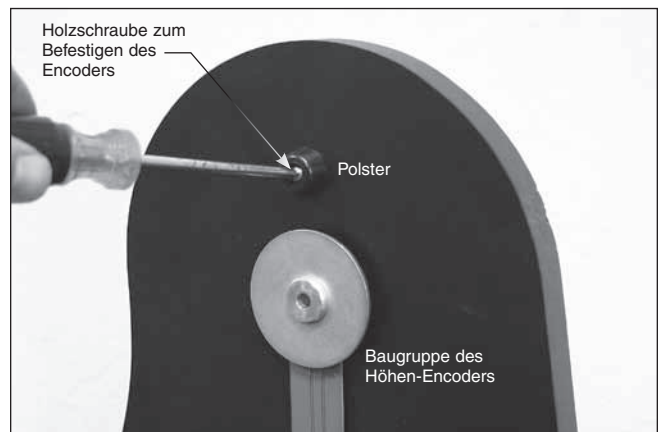

Abbildung 12. Schrauben Sie das Polster mit einer der Holzschrauben zum Befestigen des Encoders in die Pilotbohrung über der Baugruppe des Höhen-Encoders.
18. Über der Baugruppe des Höhen-Encoders befindet sich eine Pilotbohrung. An dieser Stelle wird das Kunststoffpolster (finden Sie im IntelliScope-Bausatz) zum Schutz der Baugruppe des Höhen-Encoders befestigt. Schieben Sie die verbleibende Holzschraube zum Befestigen des Encoders aus dem IntelliScope-Bausatz durch das Polster in die Pilotbohrung, und ziehen Sie sie mit einem Kreuzschlitz-Schraubendreher fest (Abbildung 12).